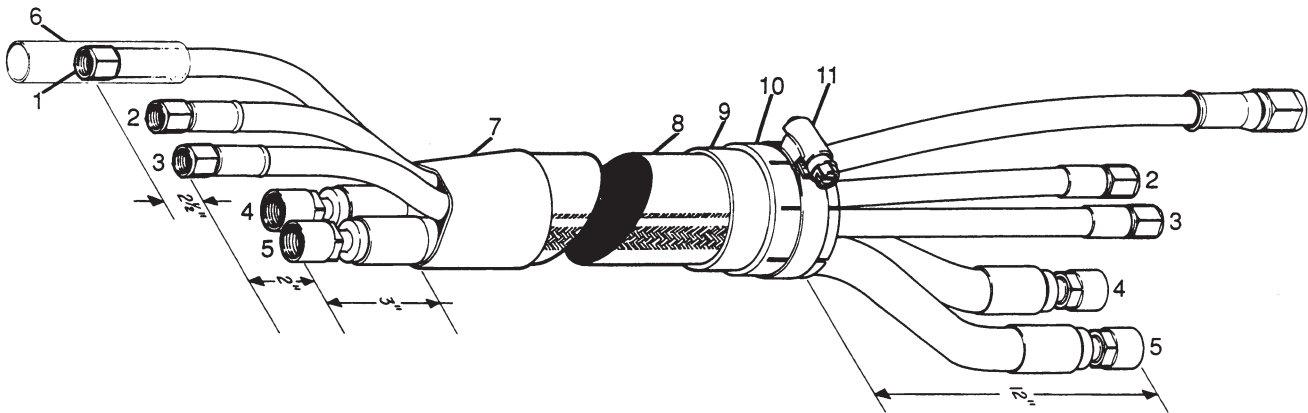

Abbildung 5-2 MaschinenbrennerSchlauchpaket
Zur Entfernung und zum Austausch der einzelnen Brennerschläuche folgendes Verfahren durchführen und Abb. 5-2 berücksichtigen. Siehe *Maschinen-Brenner-Schlauch-Paketeileliste*.
2. Sicherstellen, daß die Schlauchlängen (1-5) an beiden Enden mit den in Abb. 5-2 angegebenen, entsprechen.
4. Das Abschirmgeflecht (8) über die Brennerschlauchenden schieben und die Schutzhülle ziehen, bis der Schlauch ungefähr den in Abb. 5-2 angegebenen Längenanforderungen entspricht.
6. Die Schrumpfröhrenleitung (7) über das Brennerende des Abschirmgeflechts schieben. Die Schrumpfröhrenleitung erhitzen, bis sie sich mit dem Abschirmgeflecht und dem Brennerschlauch verbindet.
7. Den Verdichtungsring (9), Abschirmhülse (10) und die Schlauchklemme (11) oberhalb des Stromquellenendes des Abschirmgeflechts austauschen. Die Schlauchklemme festziehen.